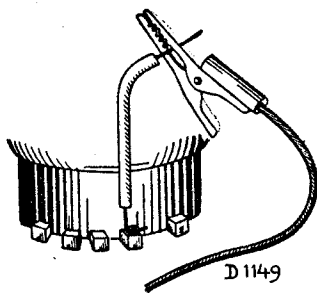

Fig. 7
3. Generator buiten werking stellen door de verbinding van C31 naar golflengteschakelaar aan chassis te leggen (zie pijltje fig. 20). Hulpapparaat, zie onder, via een condensator van ongeveer $1000\mu\mu\text{F}$ aan de plaat van L2 verbinden (het eenvoudigst is dit te doen, door een draad aan het anode-contact van L2 te soldeeren, fig. 7, en outputmeter achter dit hulpapparaat aansluiten).